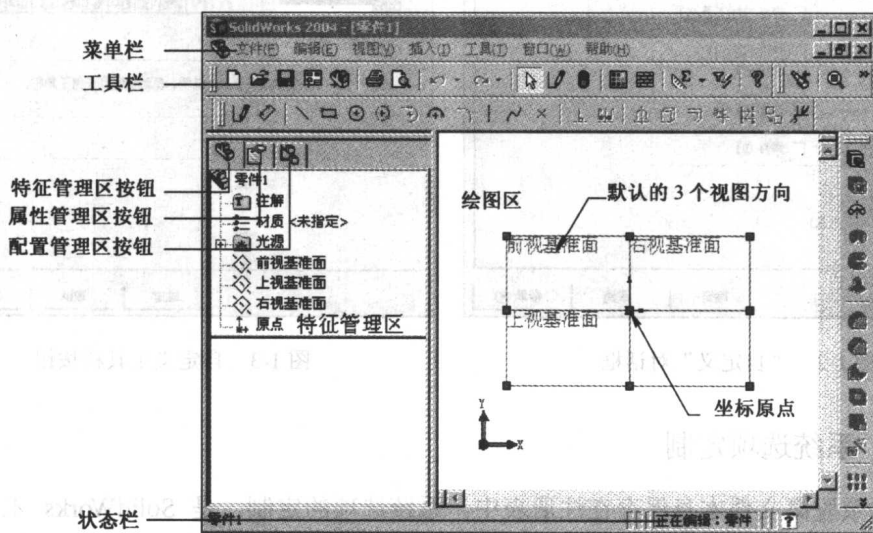

图 1-1 SolidWorks 2004 的基本界面
SolidWorks 2004 的基本界面如图 1-1 所示。
① 界面种类：图 1-1 为打开零件文件的操作界面，装配体及工程图文件的操作界面与此界面类似；
② 菜单栏：SolidWorks 所有的操作命令；
③ 工具栏：标准、查看、特征和草图绘制工具等；
- ④ 特征管理区：管理零件生成的步骤顺序；
- ⑤ 属性管理区：管理位置和几何建构线等；
- ⑥ 配置管理区：管理零件的不同呈现方式或不同尺寸，必须切换才能显示；
- ⑦ 状态栏：目前的操作状态。